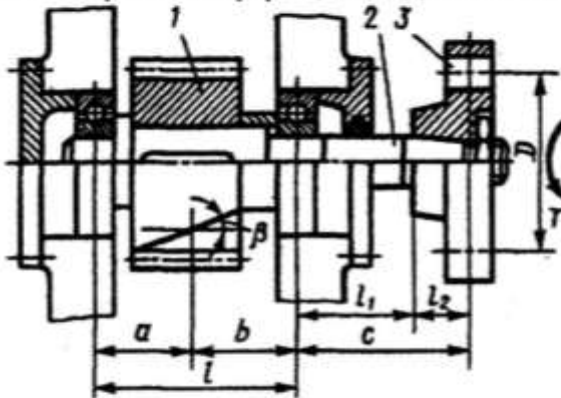

Рисунок 1 Вал с элементами, расположенными на нем: 1 – шестерня; 2 – вал; 3 – полумуфта
**Задание.** Подберите подшипники для вала редуктора (рисунок 1) при следующих исходных данных. Диаметр в месте посадки подшипников  $d = 60$  мм,  $n = 100$  мин-1, ресурс  $L'_h = 20\,000$  ч, режим нагрузки – средний равновероятный, допускаемые двухкратные кратковременные перегрузки, температура подшипника  $t < 100^\circ\text{C}$ , реакции опор по рисунку 2 –  $F_{R1} = 10417$  Н,  $F_{R2} = 16381$  Н,  $F_a = 906$  Н и направлена в сторону левой опоры. Коэффициент динамичности – 1.3.